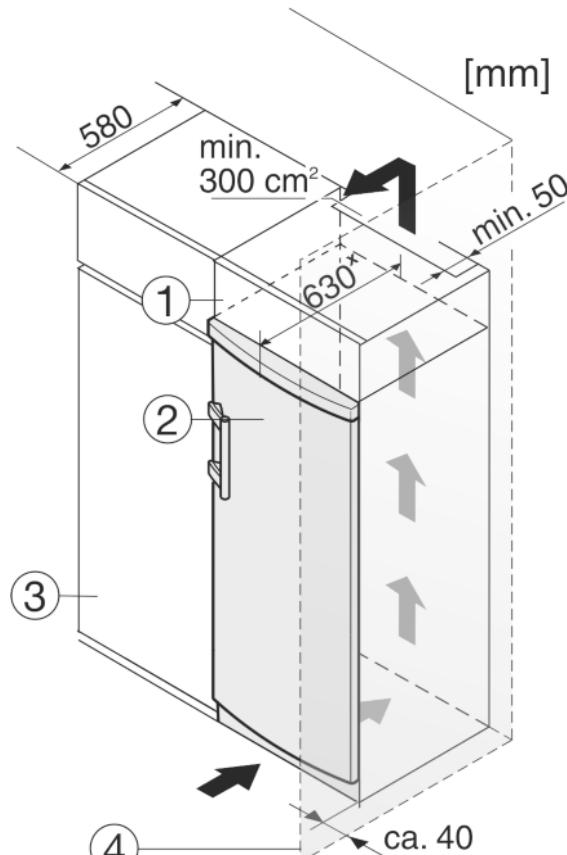

Fig. 10
Устройство может быть окружено кухонными шкафами. Чтобы уравнять устройство Fig. 10 (2) по высоте с кухонной стенкой, можно установить над устройством дополнительный шкафчик Fig. 10 (1).
При комбинировании с кухонными шкафами (глубина макс. 580 мм) устройство можно установить непосредственно рядом с кухонным шкафом Fig. 10 (3). Устройство выступает сбоку на 34 мм и по центру на 50 мм относительно передней стенки кухонного шкафа.
Если устройство установлено на шарнирах у стены Fig. 10 (4), то расстояние между устройством и стеной должно быть не менее 40 мм. Настолько выступает ручка при открытой дверце.